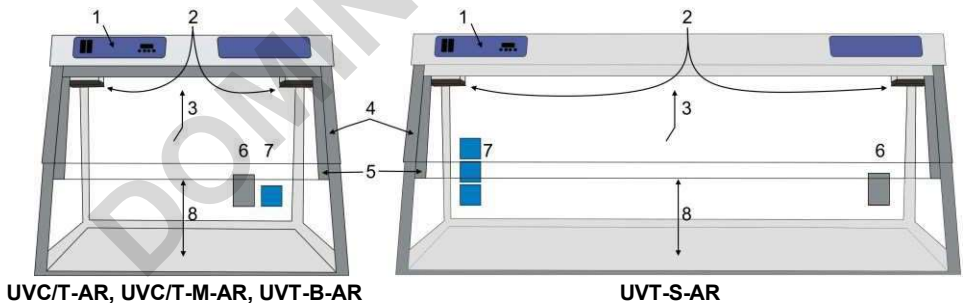

Figure 3. Boîte UV ADN/ARN, vue frontale :
5.2.1. Allumez l'interrupteur **2** (fig. 2/2) sur le panneau de contrôle (fig. 3/1). Cela active le recirculateur UV à l'intérieur de l'unité (fig. 3/2) et le minuteur d'exposition de la lampe UV ouverte. Le recirculateur UV fonctionnera en permanence jusqu'à ce que l'interrupteur **2** soit éteint.
- 5.3.1. Allumez l'interrupteur **1** (fig. 2/1) pour éclairer le lieu de travail. Cela allume la lampe lumineuse (lumière visible) à l'intérieur de l'armoire (fig. 3/3).
- 5.3.2. Soulevez la grille de protection avant (fig. 3/5) pour travailler dans le meuble. Les modèles ont des hauteurs d'ouverture maximales différentes (fig. 3/8), comme indiqué dans la **section Spécifications**, et peuvent être relevés aux positions
Note. Ne bouchez pas les ouvertures du recirculateur (fig. 3/2) !
5.3.3. Pour utiliser des appareils électriques à l'intérieur de l'armoire, faites passer leur câble d'alimentation par l'entrée et fermez le rabat (fig. 3/6) ou connectez le câble d'alimentation à une prise secteur intégrée (fig. 3/7, modèles avec prise secteur).
7.5. **Remplacement du filtre à poussière.** Les filtres à poussière (fig. 3/2) situés à chaque extrémité du recirculateur UV avec la lampe UV cachée doivent être vérifiés mensuellement et nettoyés ou remplacés lorsqu'ils se bouchent. Pour vérifier,